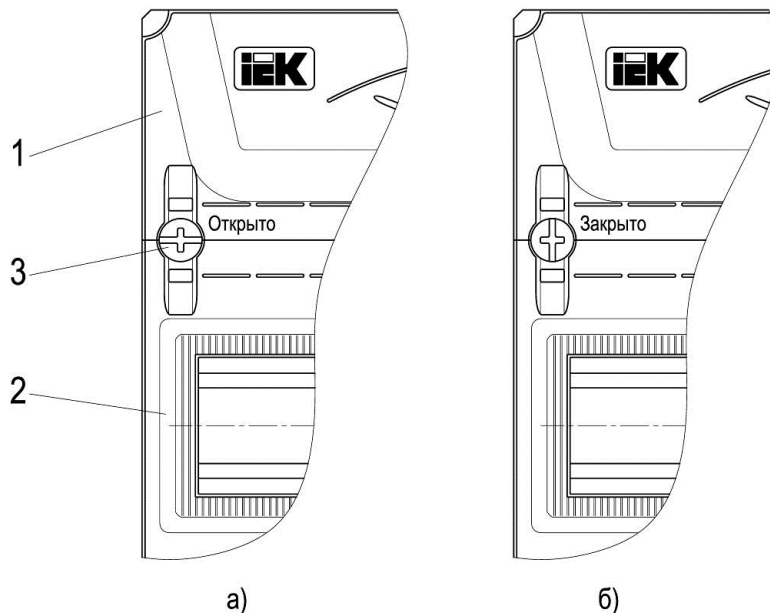

Рисунок 5. Оперативная панель
- оперативная панель (рисунок 5) , состоящая из торцевых (1) и линейных (2) модулей и клипс(3).
- открыть дверцу корпуса и снять оперативную панель, повернув 4 клипсы на угол 90°(шлиц головки клипсы должен стать параллелен DIN-рейке рисунок 5 а ;)